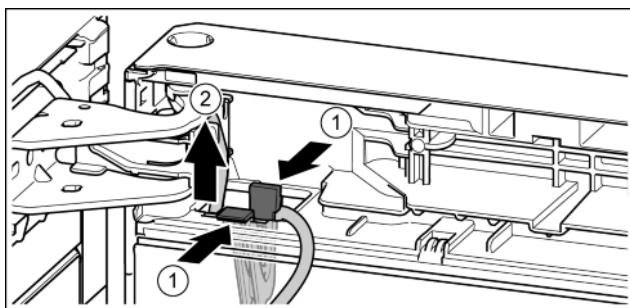

Fig. 25
- Pritisnite jezičac. Fig. 25 (1)
- Izvucite držač kabela s pričvršćenim kabelom. Fig. 25 (2)